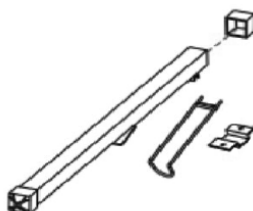

Abbildung 25
- Vervollständigen Sie die Traversenmontage, indem Sie die Traversenkappen und Stützhaken wie in Abb. 25 gezeigt.